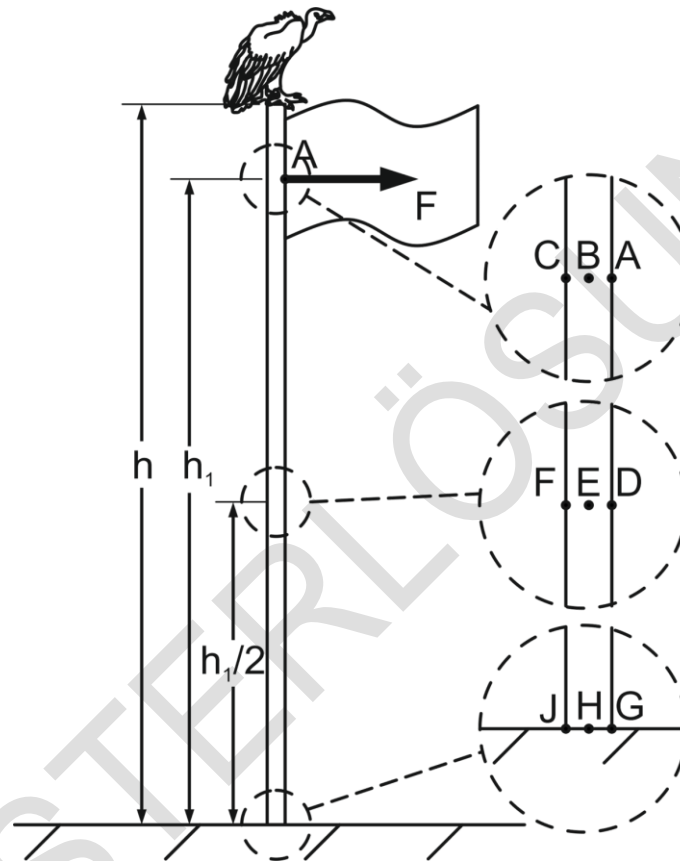

Abbildung 1.2: Fahnenmast
- b) Am Fahnenmast wird eine Flagge gehisst (der Geier bleibt weiterhin auf dem Mast sitzen). Die durch die Fahne hervorgerufene Belastung darf durch eine horizontale Einzelkraft F , welche im Punkt A in einer Höhe von $h_1 = 5,5\text{m}$ angreift, ersetzt werden (siehe Abbildung 1.2). Geben Sie den Kennbuchstaben (A bis J) für den Punkt an, an welchem der Mast bei entsprechender Belastung zu fließen beginnt. Wie groß darf die Fahnenkraft F maximal werden, damit gerade kein Fließen im Mast auftritt?